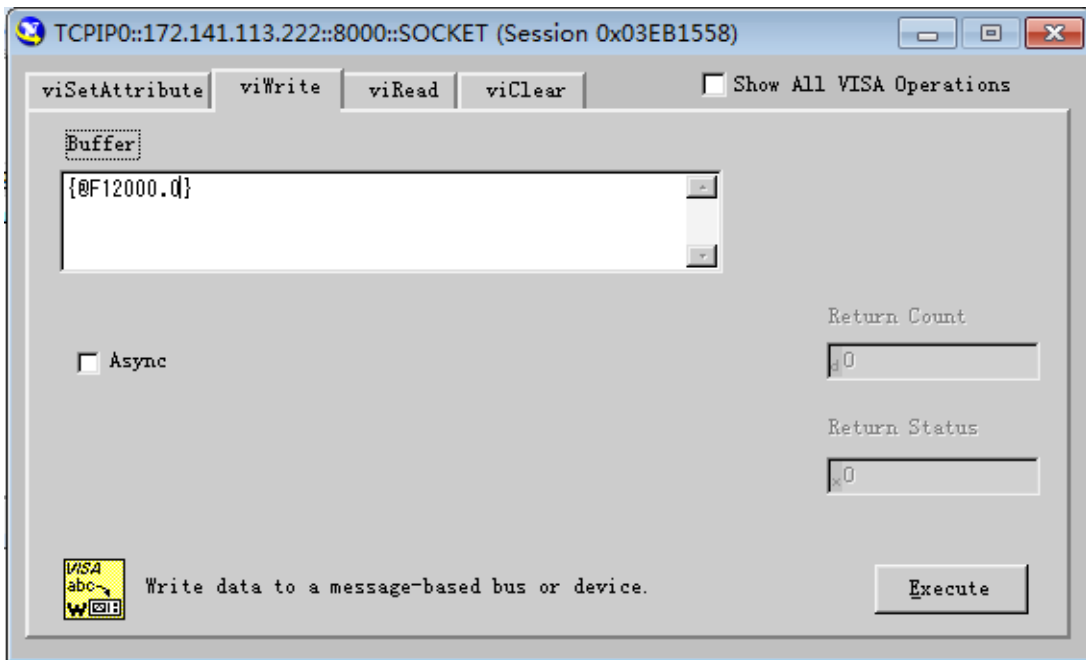

图 4.5 VISA 测试面板
(5) 右击“TCPIP0::172.141.113.222::8000::SOCKET”，在弹出菜单中点击“Open VISA Test Panel”，打开 VISA 测试面板，如图 4.5 所示：
(6) 在图 4.5 中选择“viWrite”页面，在“Buffer”下方的编辑框中输入远控指令（具体指令格式参见本说明书“远控命令”），然后点击右下角的“Execute”按钮，发送目标指令，即实现对变频装置进行远控操作。